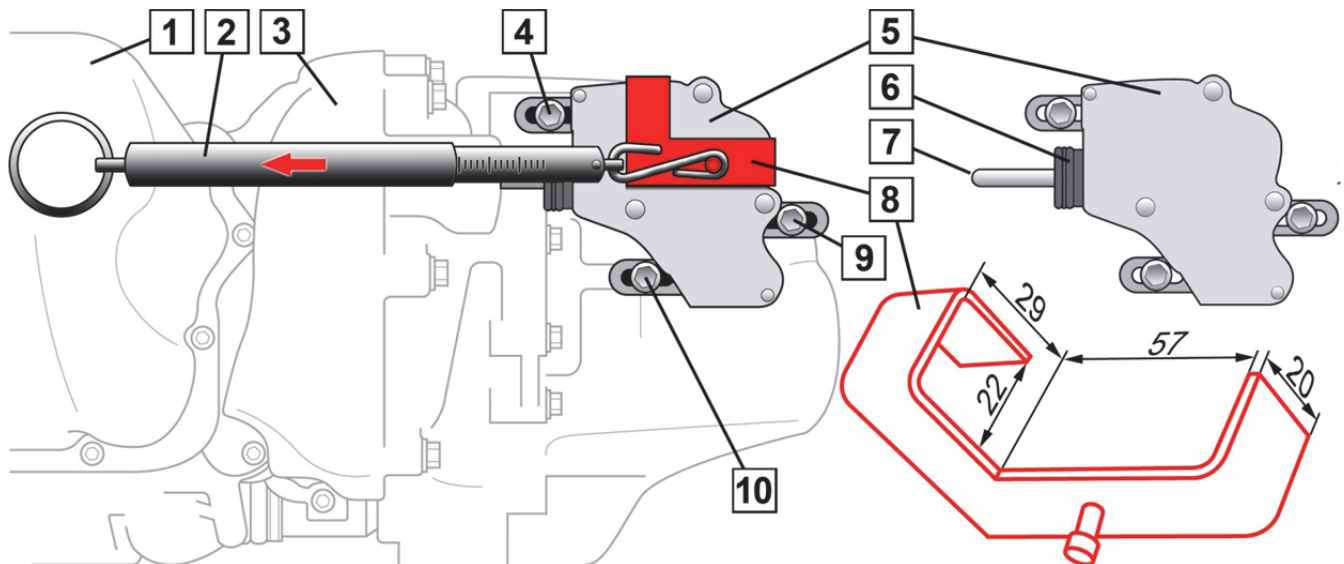

Fig. 1: Koblingsaktuator med fjedervægt til indstilling af forspændingskraft: smart fortwo (450)
1. Placer koblingsaktuatoren (5), så stødstangen (7) ligger sikkert an mod stødstangsholderen i udrykkerarmen.
4. Sæt specialværktøjet (8) på koblingsaktuatoren (5).
5. Hægt fjedervægten (2) på specialværktøjet (8), og spænd det i pilens retning (fig. 1).
6. Hægt fjedervægten (2) på specialværktøjet (8), og spænd det i pilens retning (fig. 1).